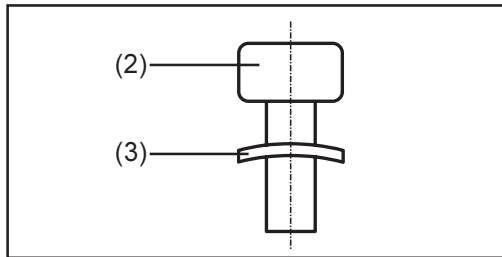

Abb.21 Montage der Tellerfedern
- Schrauben (2) mit Tellerfedern montieren (Abb.21)
Hinweis! Bei der Montage der Tellerfedern (3) auf korrekte Einbaulage achten (Abb.21)